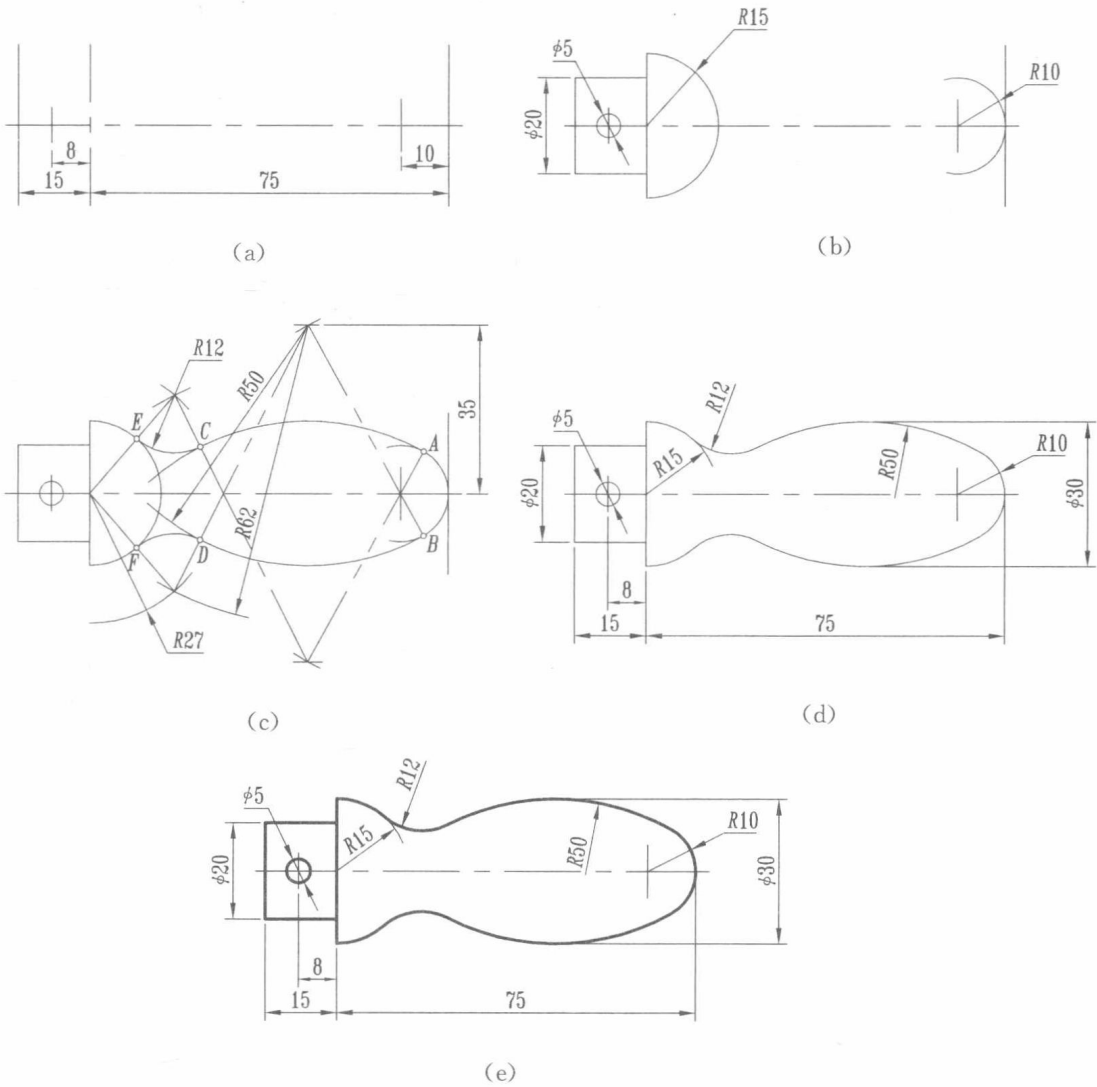

图 1-4 手柄平面图形的作图过程
(1) 画水平和垂直基准线,如图 1-4(a)所示。
(2) 画已知线段(弧),如图 1-4(b)中 $\phi 5$ 、 $R10$ 、 $R15$ 为已知弧。根据定位尺寸 8、75 分别确定它们的圆心,画出已知弧;根据 $\phi 20$ 画出左边矩形线框。
(3) 画中间及连接线段(弧),如图 1-4(c)中 $R50$ 为中间弧, $R12$ 为连接弧。根据相切条件和 $\phi 30$ 这个尺寸可求出 $R50$ 这段弧的圆心,画出弧 $R50$;根据 $R12$ 与 $R50$ 和 $R15$ 相切的条件,可求出 $R12$ 的圆心,画出连接弧 $R12$ 。切点分别为 A、B、C、D、E、F。
(4) 检查整理,擦去多余的图线并标注尺寸,如图 1-4(d)所示。
(5) 加粗图形轮廓线,完成全图,如图 1-4(e)所示。